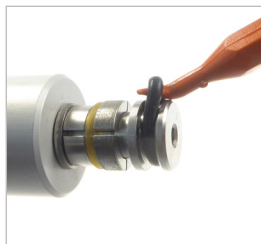

Figure 8
- ▶ Soulevez le joint frontal (Pos. 7) avec l'extracteur de joint torique WEH® réf. E98-101969 et retirez-le de l'encoche via le grand diamètre de l'axe (Pos. 11) (*Figure 8*).